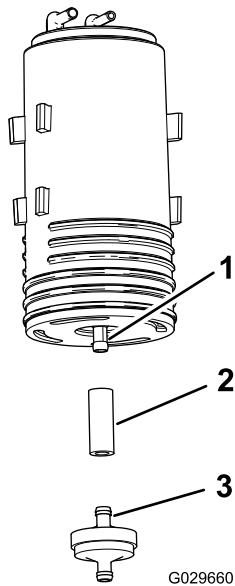

図 46
4. 外したカーボンキャニスタの下側のフィッティングからフィルタと短いホースを取り外す 図 46。
5. 新しいカーボンキャニスタの下側フィッティングに、ホースを接続する 図 46。
6. ホースに、新しいカーボンキャニスタのフィッティングを取り付ける 図 46。